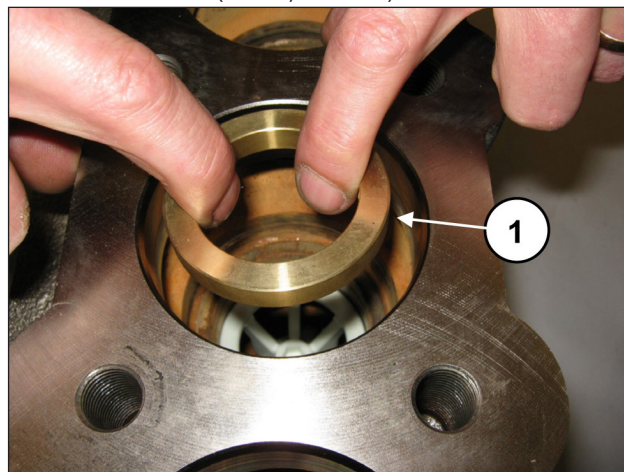
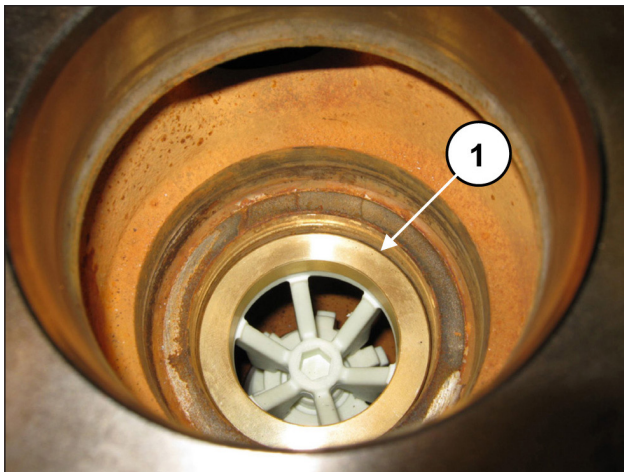

Abb. 121
Abb. 122
Legen Sie den Distanzring des Ventilsitzes (Pos. ①, Abb. 121) auf das Distanzstück (Pos. ①, Abb. 122).